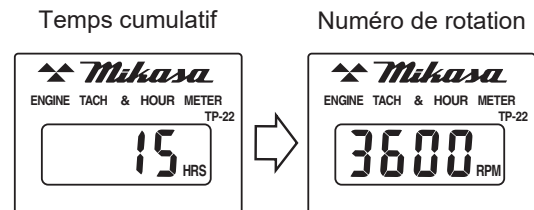

Figure 19. Horomètre/tachymètre (nombre de rotations)
10. Pendant le fonctionnement, l'horomètre/tachymètre affiche « numéro de rotation » (Figure 19).